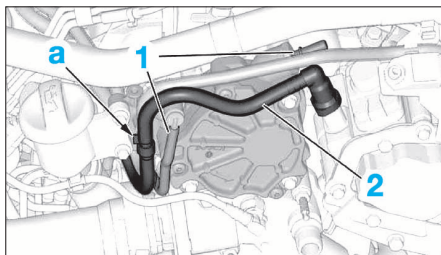

FIG. 28
- Dégrafer les durits attenantes à la pompe à vide (en "a") (Fig.28).
- Déclipper la durit d'alimentation (2) de la pompe à injection.